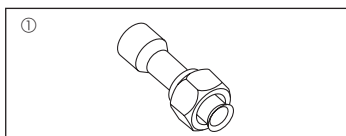

Fig. 1-1
1.6. Принадлежности наружного прибора (Fig. 1-1) (SHW230)